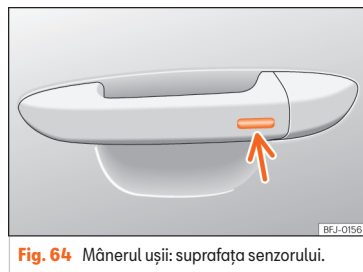

Fig. 64 Mânerul ușii: suprafața senzorului.
• **SAU:** utilizând sistemul Keyless Access (numai în cuier): Țineți apăsată câteva secunde suprafața senzorului de înmuiere » » » **fig. 64** [săgeată] de pe mânerul portierei, pentru a închide geamurile și trapa. Dacă nu mai atingeți suprafața senzorului, funcția de înmuiere este întreruptă.
Pentru a închide trapa, țineți apăsată suprafața senzorului de încuiere »» fig. 64 (săgeată) de pe mânerul ușii. Dacă nu mai atingeți suprafața senzorului, funcția de încuiere este întreruptă.